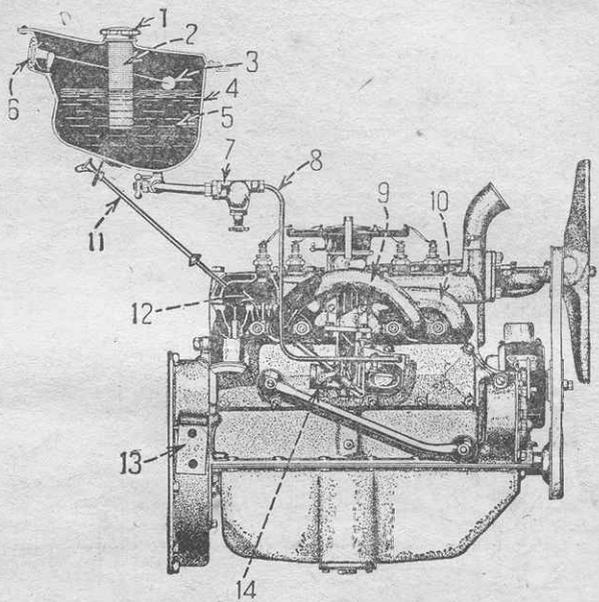

Рис. 8. Система подачи горючего.
**Система подачи горючего.** Система подачи горючего в двигателе Форд изображена на рис. 8. Бензиновый бак помещается в передней части кузова. Бак соединен с карбюратором изогнутой медной трубкой, по которой топливо идет самотеком к карбюратору, проходя